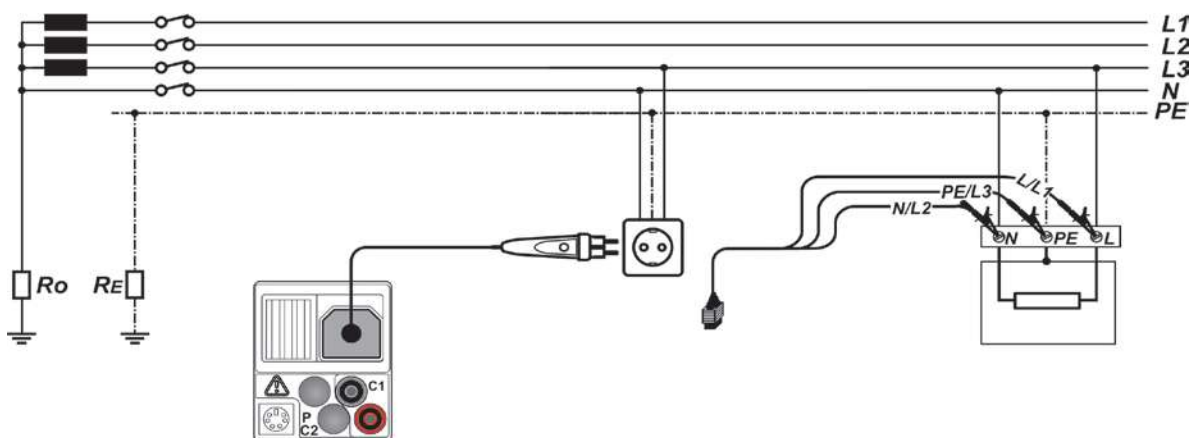

Рисунок 5.27: Подключение итепсельного щупа «plug commander» и 3-х проводного тестового кабеля
- и Рисунок 5.27: Подключение штепсельного щупа «plug commander» и 3-х проводного тестового кабеля